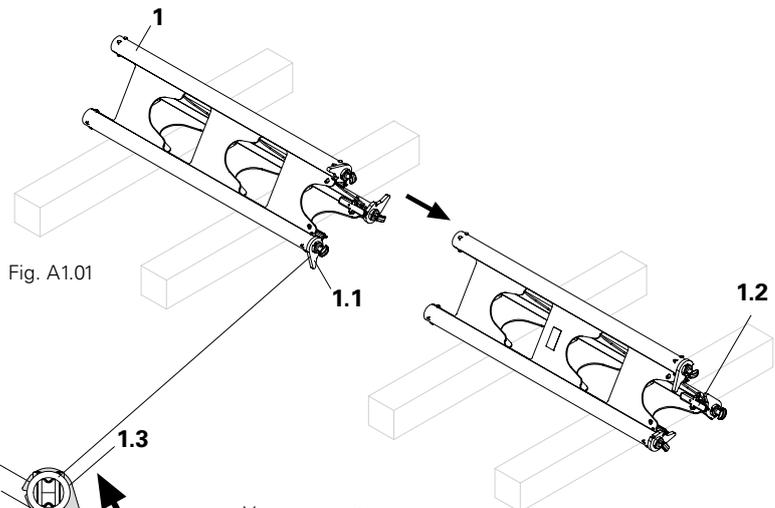

Fig. A1.01
1. Poser les segments d'étais (1) sur des bois équarris. Les verrous (1.1) sont dégagés. (Fig. A1.01)